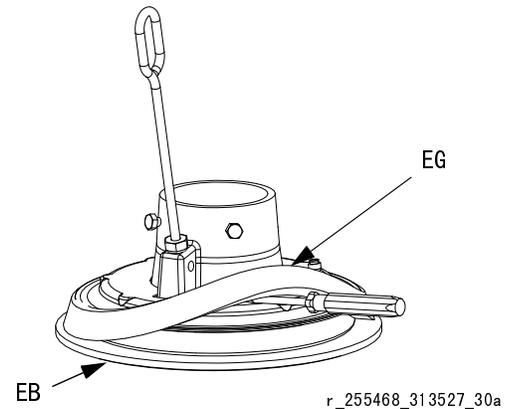

图8：卸下垫片
1. 从底部开始操作，使用螺丝刀撬松垫片（EG）。使垫片朝上慢慢移出压盘法兰。参见图8。